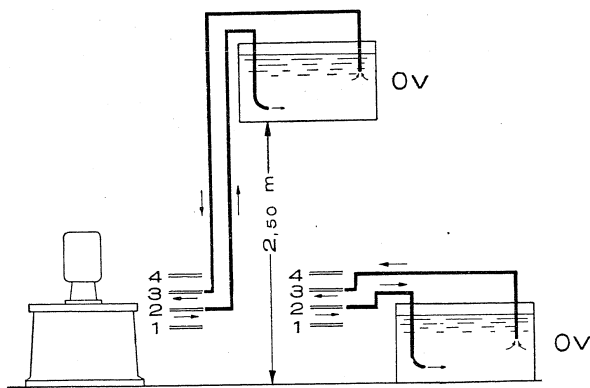
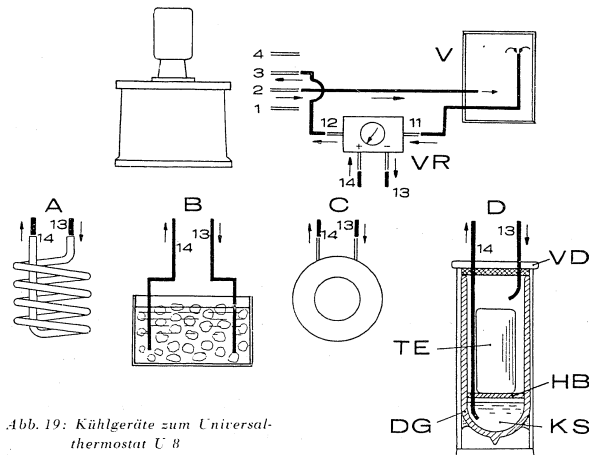

Abb. 11: Temperierung offener Verbraucher
Abb. 19: Kühlgeräte zum Universalthermostat U 8
Offene Verbraucher in Form von Temperierbädern, Glasbehältern, Bechergläsern usw. werden nach Abb. 11 einfach durch Einhängen der Anschlußschläuche (2) und (3) temperiert.
Die an die Stutzen (13) und (14) der Drosselvorrichtung anzuschließenden Kältebehälter sind aus der Abb. 19 ersichtlich. Die Anschlußstutzen des Universalthermostats sind in der Abbildung wie üblich dargestellt. (V) ist der angeschlossene offene oder geschlossene Verbraucher. An Stelle der Einrichtung „Ventilrelais (VR)“, auf die im nächsten Abschnitt eingegangen wird, ist sinngemäß die Drosselvorrichtung (T—Q—T) zu setzen.
Steckerbuchsen K—S des Thermostatenrelais (rechts oben) mit Steckerbuchsen K—S des Ventilrelais verbinden. Netzanschlüsse herstellen. Das Ventilrelais liegt grundsätzlich im Rücklauf (3) des Universalthermostats (siehe Abb. 19). Die Anschlußart geht aus dieser Abbildung eindeutig hervor. An die Anschlußstutzen (13) und (14) können — wie bei der Drosselvorrichtung — verschiedene Kältegefäße angeschlossen werden.
Der Anschluß der Kältegeräte ergibt sich aus Abb. 19. Bei Kühlung geschlossener Verbraucher mit Wassereis stellt die Anordnung (B) die intensivste Art dar. Die Anschlußschläuche (13) und (14) führen hierbei in ein beliebiges Gefäß mit einer Wassereis-Wasser-Mischung. Nach Umschaltung wird dem Universalthermostat Kühlwasser von 0° zugeführt. Die Saugleitung (14) ist zweckmäßigerweise mit einer Siehtülle zu versehen (siehe Bestelliste). Das Eisgefäß steht dabei in gleicher Höhe mit den Thermostaten. Nach der Methode (B) ist ein Arbeiten bis nahezu 0°C möglich.
Dürfen sich Thermostatenflüssigkeit und Kältesole nicht mischen, dann ist eine Kühlschlange nach Anordnung (A) anzuschließen. Der Kältespeicher nach Höppler (C) und die Kältevorlage U 8 (D) der Abb. 19 sind für das Arbeiten mit Wassereis weniger gut geeignet. Sie werden vornehmlich zur Tiefkühlung mit Kohlendioxid eingesetzt.
Bei offenen Verbrauchern nach Art der Abb. 11 wird das Ventilrelais in der angegebenen Weise in die Rückflußleitung (3) zwischengeschaltet. Da die Ringleitung am Verbraucher selbst unterbrochen ist, kann an die Anschlußstutzen (13) und (14) des Ventilrelais nur eine Kühlschlange nach Anordnung (A) der Abb. 19 angeschlossen werden. Nach dieser Methode können offene Verbraucher bis 40 Liter Inhalt gekühlt werden.
Bei größeren offenen Verbrauchern ist es günstiger, die Doppelpumpe mit Hilfe des Pumpengestells U 8 direkt in das Temperiergefäß einzubringen. Das U 8-Relais wird dabei — wie in den Abbildungen 13 und 14 angegeben — in den Temperiergefäß eingehängt. Der Druckstutzen (2) der Doppelpumpe ist mit dem Stutzen (11), der Saugstutzen (3) mit dem Stutzen (12) des Ventilrelais zu verbinden. An die freien Stutzen (13) und (14) des Ventilrelais wird bei Wassereiskühlung ein Gefäß nach Anordnung (B) der Abb. 19 angeschlossen. Es sind Arbeitstemperaturen bis nahezu 0°C erreichbar, wobei die Temperaturgenauigkeit wenige tausendstel Grad beträgt.
Die Drosselvorrichtung wird wie üblich in die Saugleitung der Doppelpumpe geschaltet. Sie liegt demnach in Abb. 19 an der Stelle des Ventilrelais.
An die Anschlußstutzen (13) und (14) des Ventilrelais kann eine Kältschlange U 8 nach Anordnung (A) der Abb. 19 angeschlossen werden. Die Kältschlange muß in diesem Fall in ein Dewargefaß mit Methyl- oder Äthylalkohol tauchen, der durch Kohlenäureeis auf mindestens 5°C unter die Arbeitstemperatur gekühlt ist. Für den Betrieb gelten die grundsätzlichen Anweisungen des Abschnitts VI. 2. Der Kältespeicher nach Höppler ist für die Erzeugung tiefer Temperaturen sehr gut geeignet. Sein Anschluß erfolgt nach Darstellung (C) der Abb. 19 (Durchflußrichtung ist durch Pfeile markiert). Das Trockeneis wird in das verschließbare innere Gefäß eingebracht, wobei es unterhalb -15°C erforderlich ist, zur Erhöhung der Kühlintensität etwas Methylalkohol als Kontaktflüssigkeit zum Trockeneis zu geben.
Bei Anschluß von geschlossenen Verbrauchern ist die Tatsache maßgeblich, daß die Doppelpumpe des Thermostats an den Anschlußstutzen (13) und (14) des Ventilrelais drückt und saugt, so daß diese Leitungen in beliebige Kältegefäße (A bis D der Abb. 19) geführt werden können.
Dewargefäße zu arbeiten, sofern deren Durchmesser 190 mm übersteigt. Das Dewargefaß enthält in diesem Fall einen Vorrat an tiefgekühltem Methylalkohol, in den die Kältschlange eintaucht. Die Kühlung wird durch Einwerfen von Kohlenäureeis durchgeführt. Nachteilig wirkt sich dabei aus, daß das Kohlenäureeis infolge des dauernden Kontaktes mit dem Alkohol fortwährend verdampft. Der relativ große Alkoholvorrat, der für ein vollständiges Eintauchen der Kältschlange erforderlich ist, bedeutet außerdem einen kostspieligen Ballast, der auf die Tieftemperaturen mit gekühlt werden muß. Trotz dieser Nachteile ist das Arbeiten mit der Kältschlange U 8 einfach und bequem. Einen sehr günstigen Wirkungsgrad hat der Kältespeicher nach Höppler, der gemäß Anordnung (C) der Abb. 19 in der auf dem Gerät vermerkten Durchflußrichtung an die Stutzen (13) und (14) des Ventilrelais angeschlossen wird. Für die Inbetriebnahme gelten die Ausführungen des Abschnitts V. 3.
Eine sehr intensive Kühlung ist weiterhin durch die Anordnung (B) der Abb. 19 möglich. In einem gut isolierten Behälter (Dewargefaß) wird ein Vorrat von 4–5 Litern Alkohol durch Einwerfen von Kohlenäureeis möglichst weit unter die beabsichtigte Arbeitstemperatur gekühlt. In dieses Vorratsgefäß werden die Anschlußschläuche der Stutzen (13) und (14) des Ventilrelais einfach eingehängt. Zur Tiefkühlung des gesamten Systems ist einmalig eine größere Menge von Kohlenäureeis notwendig. Während des laufenden Betriebs genügt es dagegen, von Zeit zu Zeit kleinere Mengen Kohlenäureeis in den Vorratsbehälter einzuwerfen. Die Methode (B) ist im Laboratorium sehr leicht und mit einfachen Mitteln darzustellen. Nachteilig wirkt jedoch auch hier der dauernde Kontakt zwischen Methylalkohol und Kohlenäureeis, der einen höheren Eisverbrauch zur Folge hat.
Die vorteilhafteste Art der Tiefkühlung ist mit der Kältevorlage U 8 gegeben. Ihr schematischer Aufbau ist aus der Darstellung (D) der Abb. 19 zu ersehen. Die Kältevorlage besteht aus einem ummantelten Dewargefaß (DG) von 250 mm innerem Durchmesser und 650 mm innerer Höhe, das durch einen isolierten Deckel (VD) verschlossen wird. Vor Inbetriebnahme wird ein Vorrat von 3–4 Liter Alkohol in das Dewargefaß gegeben. Das Kohlenäureeis ruht auf einer der Höhe nach verstellbaren Hebebühne. Das Abflußrohr (14) führt durch den Verschußdeckel bis zum Boden des Gefäßes, während das Zufußrohr (13) kurz unterhalb des Verschußdeckels in einer nach der Mitte weisenden Krümmung abbricht. Zu- und Abflußrohr werden sinngemäß mit den Anschlußstutzen (13) und (14) des Ventilrelais verbunden.
Bei offenen Verbrauchern nach Art der Abb. 11 wird das Ventilrelais wie üblich in die Rückflußleitung (3) des Thermostats gelegt. Die Anschlüsse sind nach Abb. 19 herzustellen. Statt des geschlossenen Verbrauchers (V) ist das offene Temperiergefäß zu setzen, in das die Anschlußschläuche eingehängt sind.
Die Kühltülle U 8 gemäß Anordnung (A) der Abb. 19 ist zur Temperierung offener Verbraucher gut geeignet. Für ihren Anschluß gelten die grundsätzlichen Ausführungen des Abschnitts VII. 3. Der Kältespeicher nach Höppler ist gleichfalls gut brauchbar. Er wird nach der in Abschnitt VII. 3. bereits angegebenen Weise in das Leitungssystem eingeschaltet.
Anordnung (B) der Abb. 19 sowie die Kältevorlage U 8 sind zur Kühlung offener Verbraucher nicht geeignet.
Bei Tieftemperaturbädern nach Art der Abb. 13 und 14 wird die Doppelpumpe mit Hilfe des Pumpengestells U 8 direkt in das Bad eingesetzt. An die Stutzen (2) und (3) der Doppelpumpe ist sinngemäß das Ventilrelais anzuschließen. Als Kältegefäße sind die Anordnungen (A) bis (D) der Abb. 19 geeignet. Ihre Brauchbarkeit geht aus dem Abschnitt VII. 4. a) hervor.
Die Einbeziehung eines vorhandenen stationären Kälteaggregats in die Kühlung des Universalthermostats ist durchaus möglich. Es ist dabei erforderlich, daß eine kupferne Kühlschlange von 8–10 mm lichter Weite und 3–4 m Länge etwa nach Art der Abb. 19 in die Kühlsole des Aggregats eintaucht. Die Kühlschlange kann sowohl an eine Drosselvorrichtung wie an ein Ventilrelais angeschlossen werden. Für den Betrieb gelten die grundsätzlichen Ausführungen der Abschnitte VII. 3 und VII. 4. Arbeitstemperaturen bis etwa 5°C über der Soletemperatur sind erreichbar.